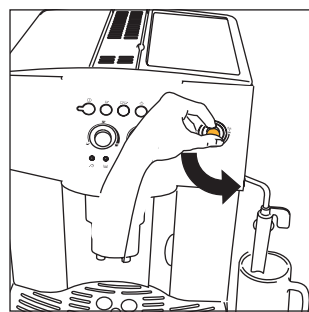
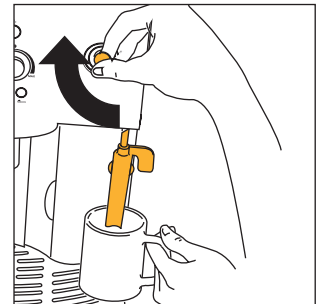
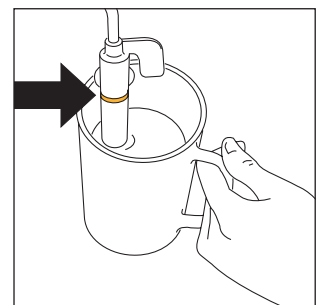

Fig.5
Fig.23
Fig.24
3. **ONMIDDELIJK DAARNA; NA MAXIMAAL 30 SECONDEN** de stoomknop helemaal tegen de wijzers van de klok draaien (fig. 5) (het is normaal dat het apparaat hier wat luidruchtig is).
- Draai de stoomknop een halve toer tegen de wijzers van de klok in (fig. 5): er drupt warm water uit het cappuccinomondstuk en in het onderliggend druiptbakje.
- **Onmiddellijk hierna, binnen twee minuten** (zoniet gaat het apparaat automatisch terug naar de functie koffie), dompel het cappuccinomondstuk onder in het recipiënt met melk (fig. 23) en let erop dat de reliëfstreep op het cappuccinomondstuk zelf niet onder de melk komt te staan (aangegeven met de pijl in fig. 24). Draai de stoomknop een halve toer tegen de wijzers van de klok in (fig. 5). (Let erop u niet te verbranden). Uit het cappuccinomondstuk komt stoom dat het volume van de melk doet toenemen en de melk romiger doet worden. Om een romiger crème te bekomen, het cappuccinomondstuk onderdompelen in de melk en langzame draaibewegingen maken van onder naar boven met het recipiënt. (Het is raadzaam niet langer dan 2 minuten na elkaar stoom af te geven).
- Draai de stoomknop gedurende enkele seconden volledig tegen de wijzers van de klok in om wat stoom of water af te geven (fig. 5). Op die manier elimineert het stoompijpie eventuele melkresten. **BELANGRIJK:** Om hygiënische redenen, is het raadzaam deze handeling altijd uit te voeren, om te voorkomen dat de melk stagneert in de leidingen van het cappuccinomondstuk.